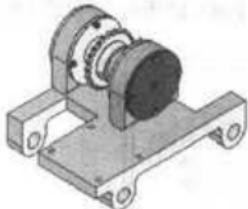

图 6-63 解除爆炸后的模型
- (5) 右键单击特征管理器设计树中的“工程视图 1”，在快捷菜单中选择“打开传动装配体.sldasm”命令，系统切换到模型文件——“传动装配体.sldasm”的窗口。右键单击图形区域再在快捷菜单中选择“解除爆炸”命令，结果如图 6-63 所示。